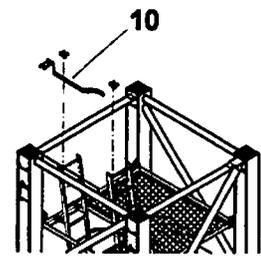

Abb. 2.1.3
Die Treppen (6) und (7) mit dem Verbindungselement (10) befestigen (Abb. 2.1.3).